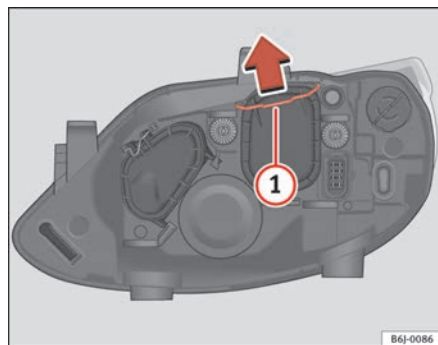

Fig. 146 Médios
- Desloque o tirante ⇒ fig. 146 (1) no sentido da seta e puxe a tampa.